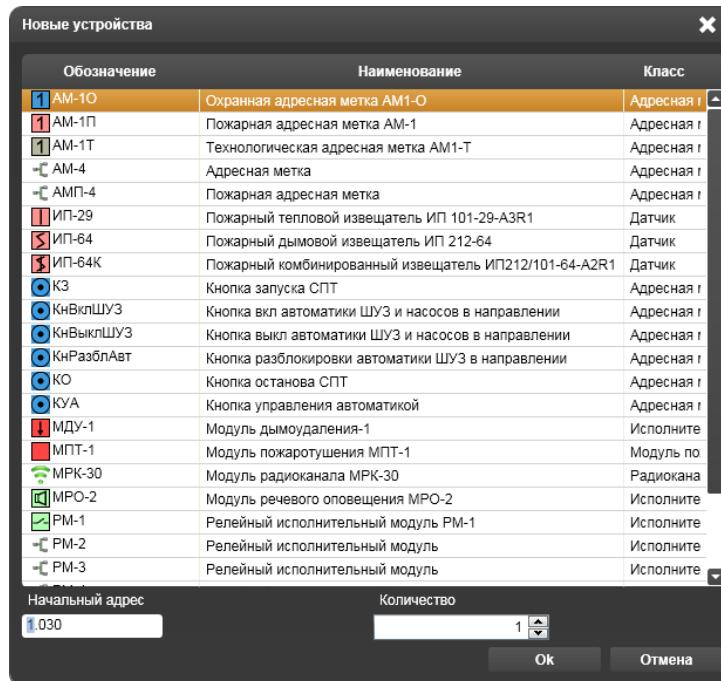

Рисунок 14.3.2 – Окно **Новые устройства**
– кнопка **Добавить** позволяет пополнять список устройств в поле рабочей области из номенклатуры, присущей выделенному устройству. Если щелкнуть на этой кнопке, откроется окно **Новые устройства** (Рисунок 14.3.2). В открывшемся окне представлена номенклатура устройств, которые можно добавить к списку устройств управляемых устройством более высокого уровня, например, прибором.